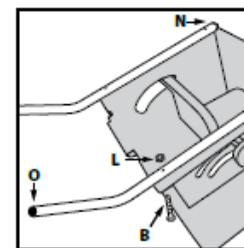

Рис. 2
- Присоедините эти два компонента к основному корпусу с помощью крепежных элементов В и L (Рис. 2).